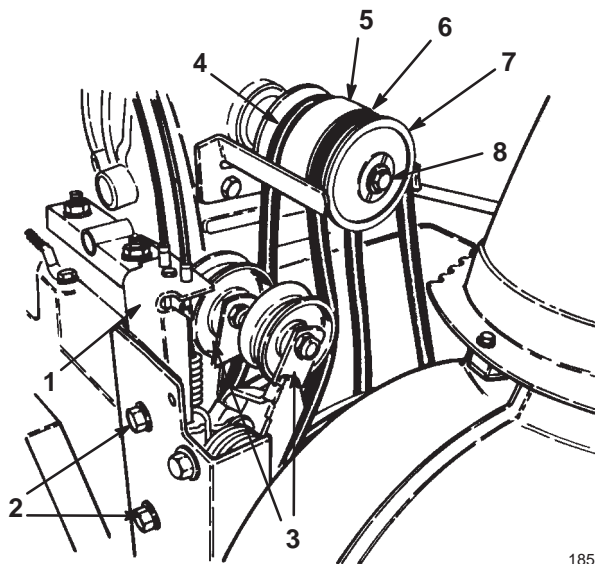

Figure 31
Si la courroie d'entraînement de tarière/roue hélice ou de transmission (Fig. 31) est usée, imbibée d'huile ou endommagée de quelque autre manière, remplacez-la par une courroie neuve.
5. Enlevez les deux boulons à embase qui fixent l'ensemble poulie folle au bâti du moteur et déposez l'ensemble poulie folle (Fig. 31).
6. Enlevez le boulon et la rondelle de blocage qui fixent la demi-poulie à gorge à l'avant de l'ensemble poulie (Fig. 31).
7. Déposez la demi-poulie à gorge et la courroie d'entraînement de tarière/roue hélice hors du vilebrequin et déposez la courroie (Fig. 31).
8. Si la courroie de transmission doit être remplacée, déposez la partie centrale de la poulie et la courroie du vilebrequin, puis déposez la courroie de la poulie (Fig. 31).
10. Si vous remplacez la courroie de transmission, installez-la autour de la transmission aux roues et de la poulie centrale, et glissez cette dernière sur le vilebrequin (Fig. 31).
11. Installez la courroie sur la poulie folle (Fig. 31).
12. Installez la courroie d'entraînement de tarière/roue hélice autour de la demi-poulie à gorge et glissez cette dernière sur le vilebrequin (Fig. 31).
14. Installez l'ensemble poulie folle sur le bâti du moteur et fixez-le avec les deux boulons à embase (Fig. 31).